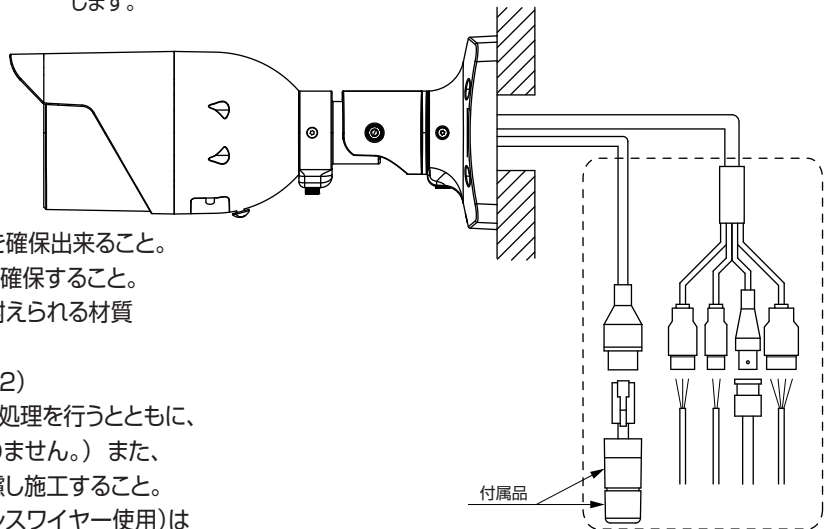

図2 ケーブルの絶縁・防水処理
3. ケーブル類は、確実に防水処理を施すこと。(図2)
配線部分(図2点線部)は、絶縁テープにて絶縁処理を行うとともに、防水処理を確実にすること。(防水対応ではありません。)
- ケーブル類は、確実に防水処理を施すこと。(図2)